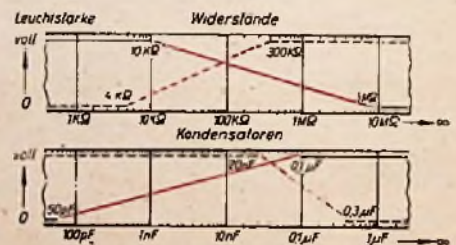

Abb. 3
3. Prüfung auf Kurzschluß bei Widerständen. Die Glühlampe wird durch Einschalten des Schalters S zum Leuchten gebracht, die Prüfspitzen werden bei 1—2 oder 1—3 angeschlossen. Die Lampe liegt parallel zu R_1 , erhält also ca. 100 Volt. Außerdem wird der zu prüfende Widerstand in Reihe mit R_2 , auch noch parallel zu R_1 , geschaltet. Bei Kurzschluß liegt R_2 allein parallel. R_2 ist nun so bemessen, daß das Verhältnis von $R_2 : R_1$ so weit verschoben wird, daß die Spannung an der Lampe unter die Löschspannung sinkt. Vor der Inbetriebnahme überzeuge man sich, daß die Lampe auch wirklich erlischt, indem man die Prüfspitzen bei 1 und 2 (oder 3) ansteckt und kurzschließt. Sollte die Lampe nicht verlöschen (in erster Linie abhängig von der Toleranz der Widerstände), so ist R_2 um einige kOhm zu erniedrigen. Die Lampe soll aber auch nicht zu zeitig verlöschen (R_2 probieren!). Bei dem Versuchsgerät konnten Widerstände herunter bis 4 kOhm geprüft werden. In Abb. 3 ist die Leuchtstärkenänderung bei der Kurzschlußprüfung gestrichelt gezeichnet, die ausgezogene Gerade ergab sich für Durchgangsprüfungen. Das Glühlicht wurde ab 300 kOhm immer schwächer, um bei 4 kOhm ganz zu verlöschen. In Zweifelsfällen ist sowohl die